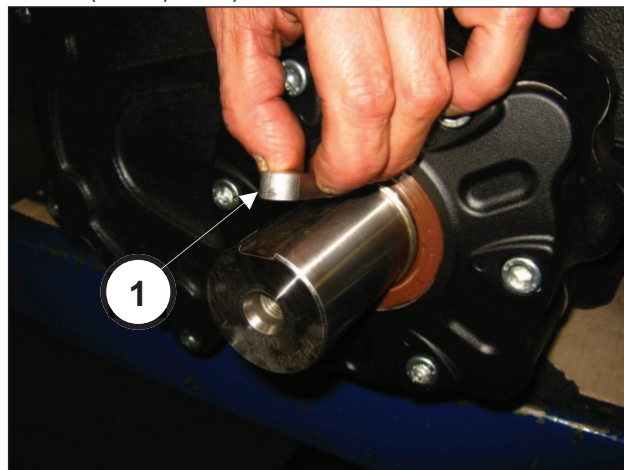

Рис. 2
Полностью слейте масло из насоса, а затем выньте шпонку из вала (поз. ①, Рис. 2).